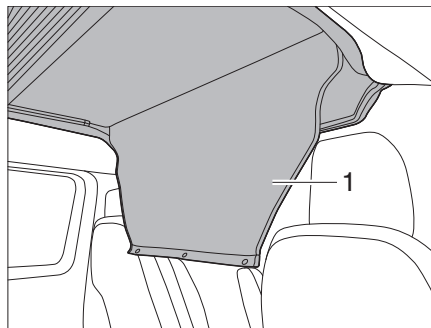

Figura 41 Enrollar la cubierta de acceso
- Abrir y enrollar la cubierta de acceso (Figura 41,1).